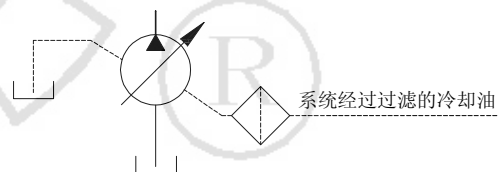

图 18 强制冷却方法
(1) 泄漏油口一定要直接接到油箱，不得接在系统管道上。
(2) 当泵经常在零偏角或系统工作压力低于 8MPa 下运转，使泵的漏损过小而引起泵体发热时，可考虑采取冷却措施，将系统回油管上分流一根支管通入油泵下部的泄漏油口内进行强制循环冷却，(如图 18)，其壳体内油压力应小于 0.05MPa 。
(3) 由于液压系统的需要而采用增压油箱时其压力应不超过 0.05MPa 。